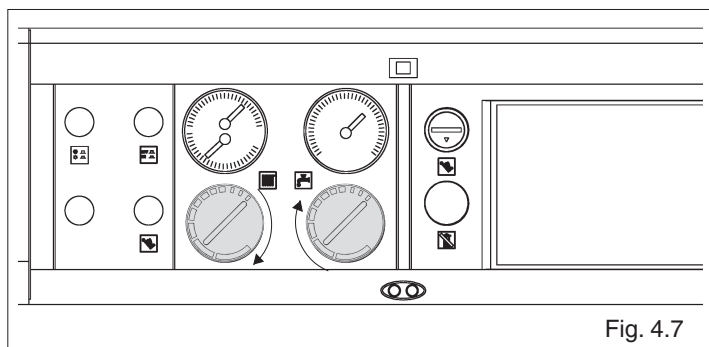

Fig. 4.7
- modificando la taratura dei termostati della caldaia (fig. 4.7)